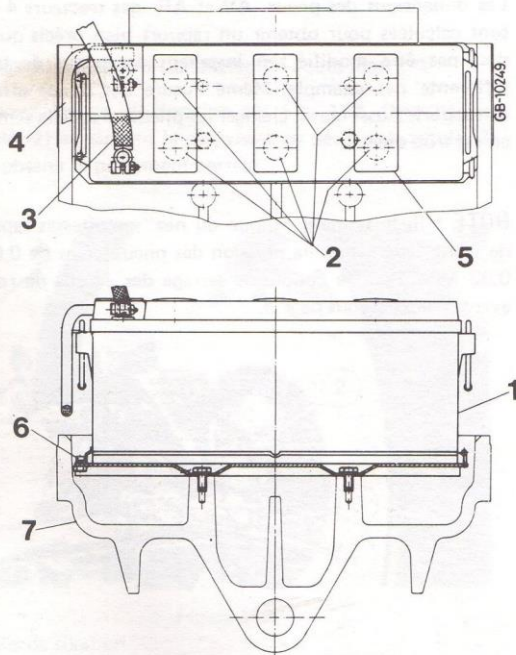

Figure 115
La batterie 12 v, 110 Ah est située derrière la calandre - Fig. 115.
La batterie ne peut être retirée que moteur arrêté. Débranchez d'abord le câble de masse (3) Fig. 115 puis le câble de la borne (+) (4), et ôtez la batterie.